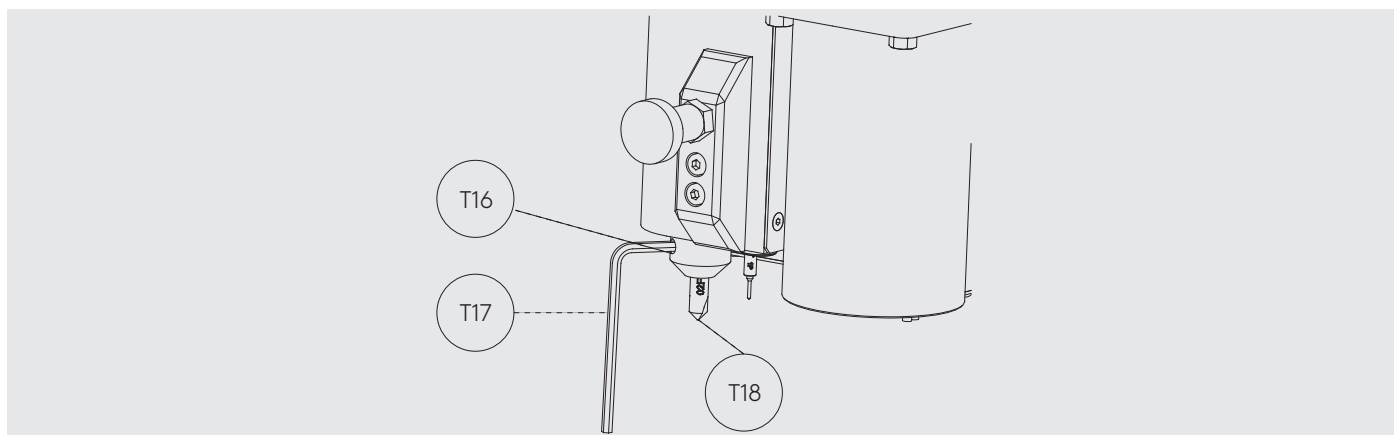

Fig.32
- 3) Desenroscar el prisionero (T16) con una llave de 3mm (T17) y sacar la fresa cilíndrica (T18). Fig.32
- 3) Loosen the set screw (T16) using a 3 mm Allen key (T17) and remove the cylindrical cutter (T18). Fig. 32